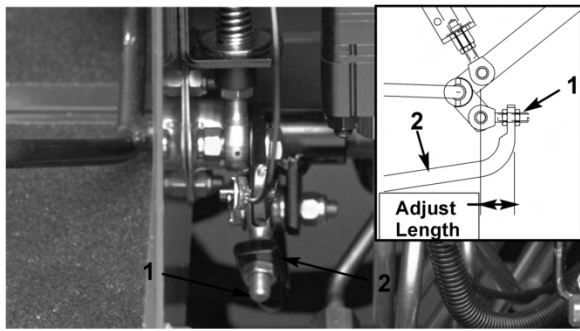

図 49
- 前への動きを止めたい場合は、ポンプ・ロッドの端部にあるジャム・ナットを回してポンプ・コントロール・チューブ (図 49) を前へ動かす。後への動きを止めたい場合は、後へ動かす。